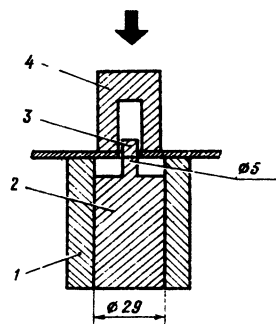

Рис. 150. Простейший штамп для пробивки отверстий
*Простейший штамп для пробивки отверстий* (рис. 150). Изготавливается стальная втулка 1 с внутренним диаметром 29,5 мм (под ламповую